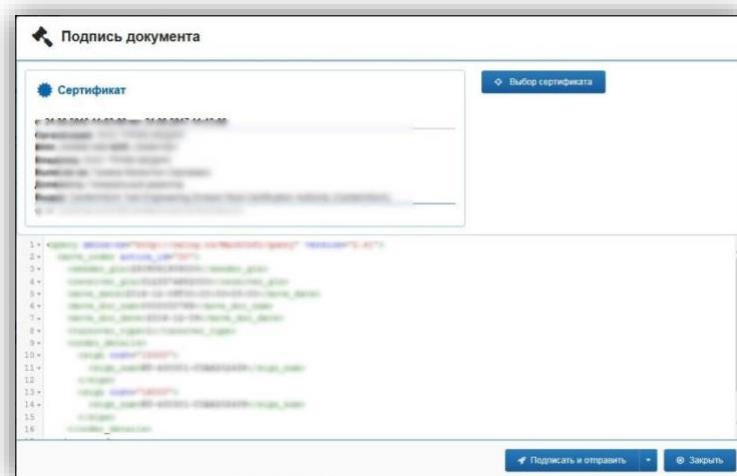

Рисунок 146 – Подпись документа
– В окне «Подпись документа» выберите сертификат для подписи и нажмите кнопку «Подписать и отправить» (рис. 146).